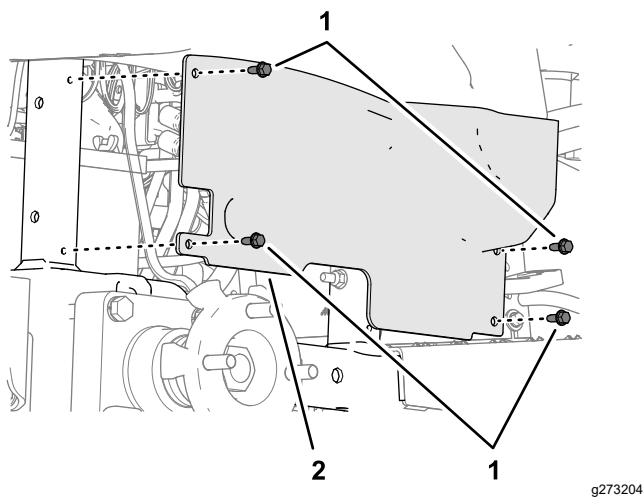

Figura 31
3. Retire los 4 tornillos con arandela prensada ( $\frac{1}{4}$ " x  $\frac{5}{8}$ " ) que sujetan la cubierta de la rueda al bastidor de la máquina (Figura 31).
6. Alinee los orificios de la cubierta de la rueda con el bastidor de la máquina (Figura 31), y sujete la cubierta al bastidor con los 4 tornillos con arandela prensada ( $\frac{1}{4}$ " x  $\frac{5}{8}$ " ) que retiró en el paso 3.